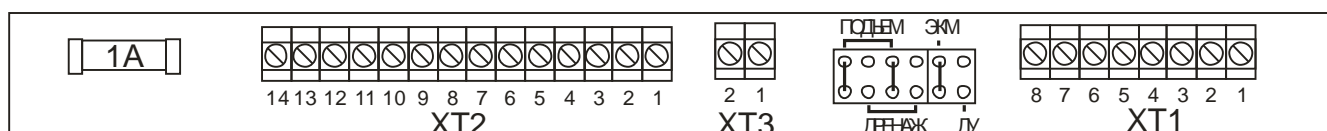

Рис. 1. Расположение джамперов и соединительных клемм УУВ «Напор-3.3».
- 4) в режиме водоподъема (джамперы JP2 установлены в положение «ПОДЪЁМ», рис. 1) в зависимости от уровня жидкости в накопительном резервуаре формирует сигнал, который коммутирует ключ S1 по следующему алгоритму:
- 5) в режиме дренажа (джамперы JP2 установлены в положение «ДРЕНАЖ», рис. 1) в зависимости от уровня жидкости в накопительном резервуаре формирует сигнал, который коммутирует ключ S1 по следующему алгоритму:
- 5.9. Адаптация УУВ к совместной работе с ЭКМ или электродными датчиками уровня осуществляется путем установки в соответствующее положение джампера JP1 «ЭКМ-ДУ», расположенных под крышкой клеммной колодки (рис.1).
- 5.10. Выбор режима работы (водоподъем или дренаж) УУВ осуществляется путем установки в соответствующее положение джамперов JP2 «ПОДЪЕМ-ДРЕНАЖ», расположенных под крышкой клеммной колодки (рис.1).